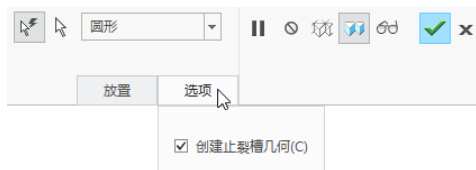
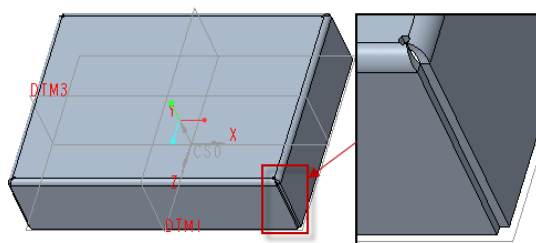

图 7-24 确保选中“创建止裂槽几何”复选框
图 7-25 模型效果
(8) 在“拐角止裂槽”选项卡中单击“选项”标签以打开“选项”面板，如图 7-24 所示，确保勾选“创建止裂槽几何”复选框。
(9) 在“拐角止裂槽”选项卡中单击  (完成) 按钮，返回到“转换”选项卡。
(10) 在“转换”选项卡中单击  (完成) 按钮，此时完成转换特征的钣金件模型显示如图 7-25 所示。